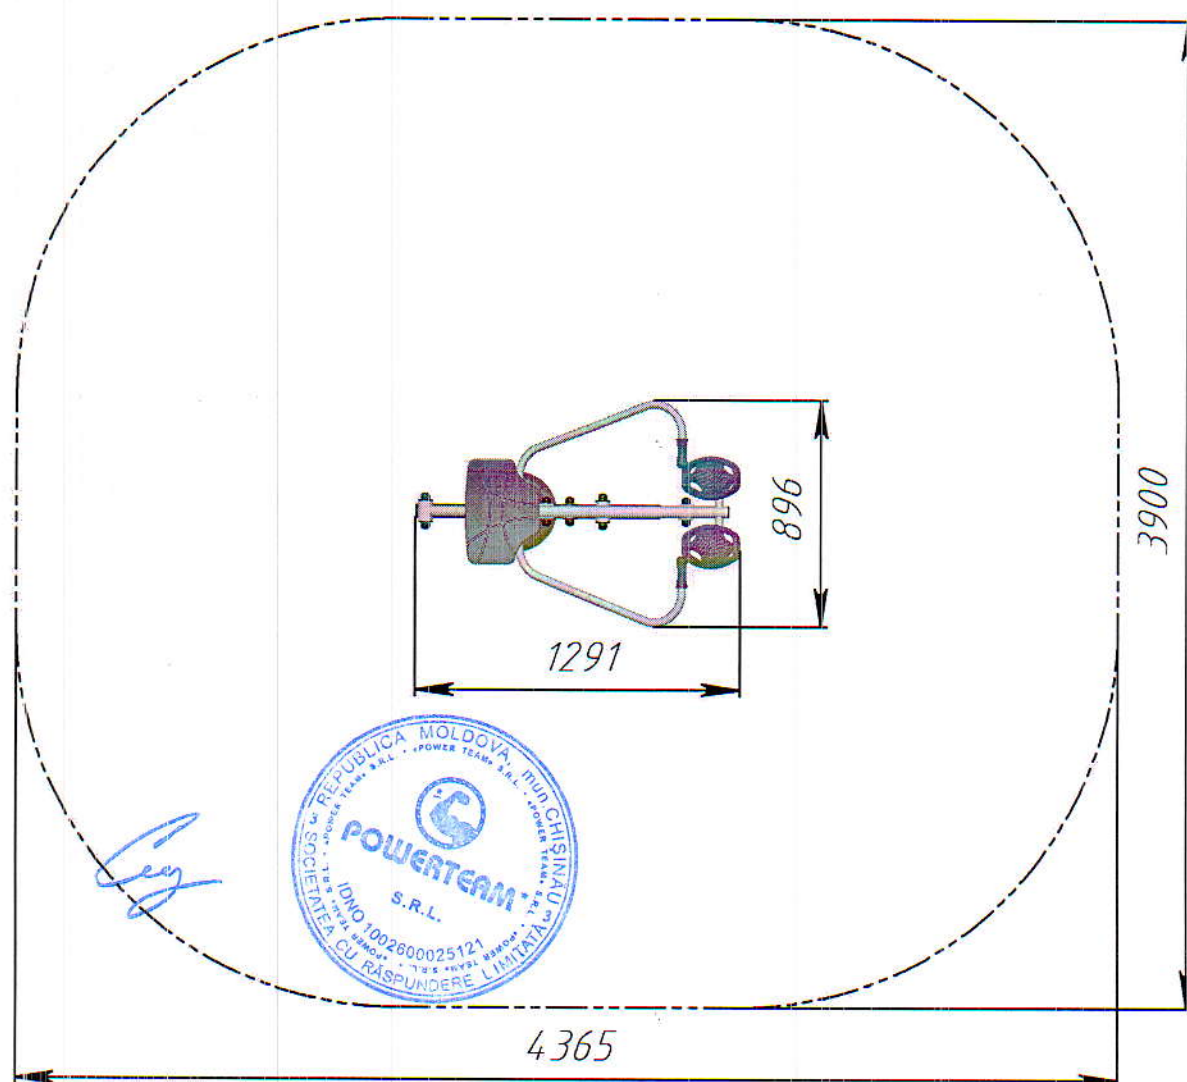

Рис.2 Зона безопасности гребного тренажера РТР 503Т
3.5. Монтаж тренажера проводится на ровном месте в соответствии с планировкой размещения всего оборудования площадки. При монтаже необходимо обеспечить безопасную зону вокруг тренажера в соответствии с рис. 2.